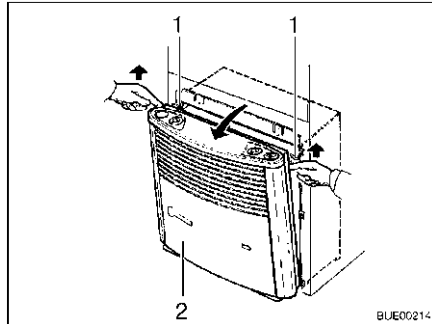

Fig. 109 Rimozione della copertura del riscaldamento
- Rimuovere la copertura del riscaldamento (Fig. 109,2). Tirare verso l'alto, in avanti la copertura, spingere verso l'alto le molle di sostegno (Fig. 109,1) e ribaltare la copertura in avanti.